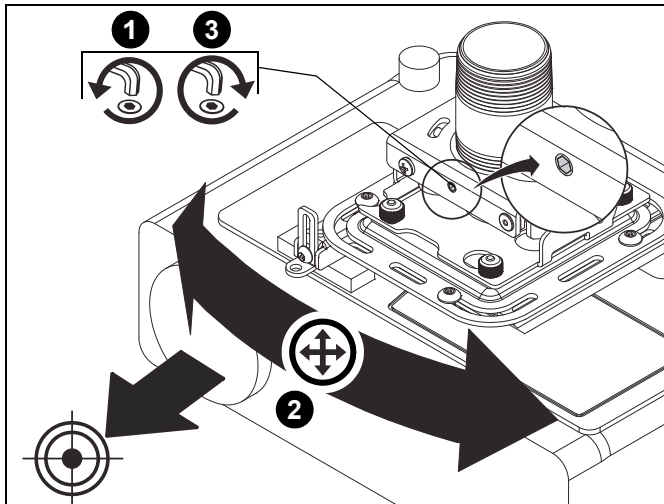

Figura 19
1. Desaperte o parafuso de ajuste de orientação usando a chave sextavada de 5/32". (Consulte a Figura 19)